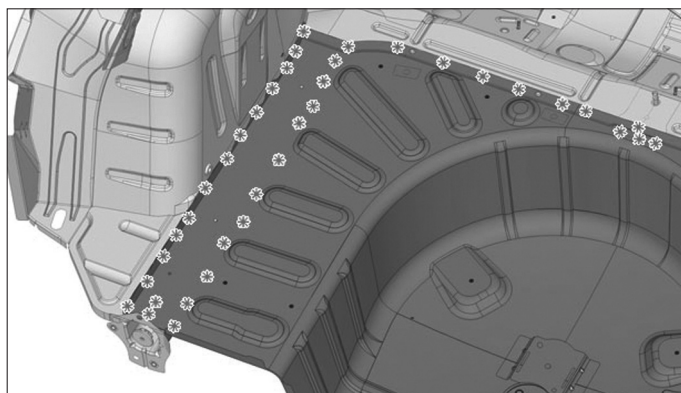
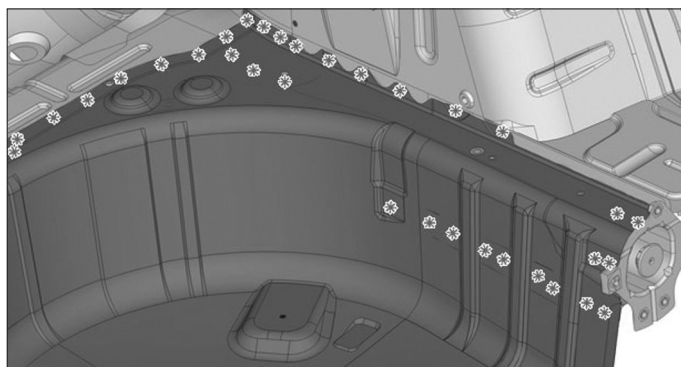

FIG. 201
FIG. 202
- Fraiser les points de soudure (Fig.201) et (Fig.202).